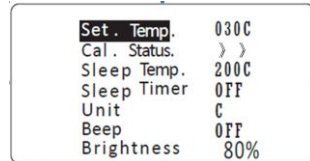

图 8
3.4 当 Cal. Status 显示“>>>>”(见图 8)，表示焊台温度向上调整已经达限制或校温幅度过大，出于机器安全考虑，此时无法再继续向上调整温度，但可向下调整。